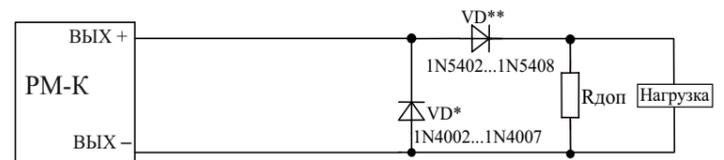

Рисунок 2
5.6 Для обеспечения контроля целостности выходных цепей в разрыв выходной цепи непосредственно к нагрузке должны быть подключены диоды или устройство подключения нагрузки (далее по тексту – УПН) (Рисунок 2).
5.9 При значении тока, протекающего через нагрузку во включенном состоянии выхода, менее 50 мА, для обеспечения контроля целостности выходных цепей параллельно нагрузке должен быть подключен резистор (Rдоп) (Рисунок 2).
1 – падение напряжения на диоде VD** (Рисунок 2), В;